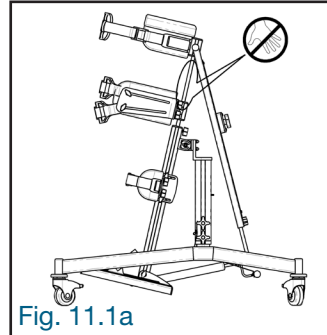

Fig. 11.1a
• Lors de l'ajustement de la hauteur du produit, en desserrant les deux boutons de blocage (A) au dos du châssis et les deux boutons de blocage (B) au bas du plateau stabilisateur, NE PAS mettre les doigts ou les mains entre le bloc des hanches (C) et le bloc thoracique (D) (Fig. 11.1a). **Toujours retenir le bloc thoracique (D)** d'une main afin qu'il ne glisse pas vers le bas de façon à coincer les doigts et la main entre les blocs thoraciques (D) et des hanches (C).